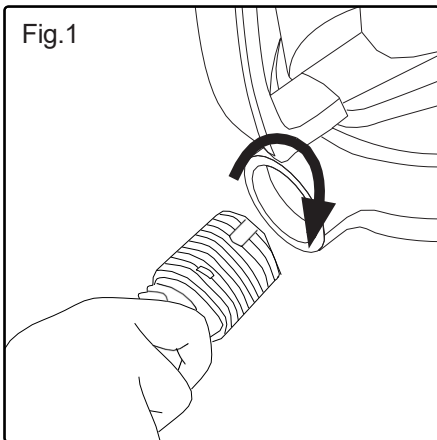

Fig.2
- ♦ For at frakoble slangen fra støvsugeren skal du dreje tilslutningen til venstre side og trække slangen ud.(Fig.2).